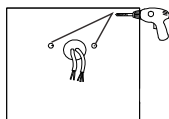

figure 8
- Étape 1 : percez des trous dans le mur tel qu'illustré. (figure 8);